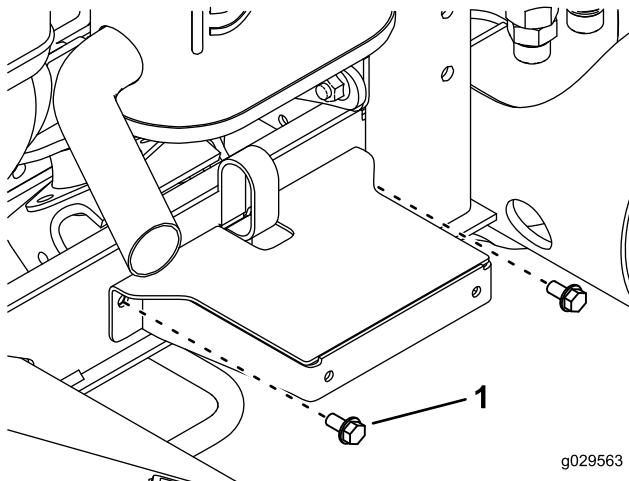

図6
9. 新しく開けた穴を使って、フェンダのマウントをフレームのチャネル材に固定するタップねじ $5/16 \times 5/8$ インチ2本を使用する図6。